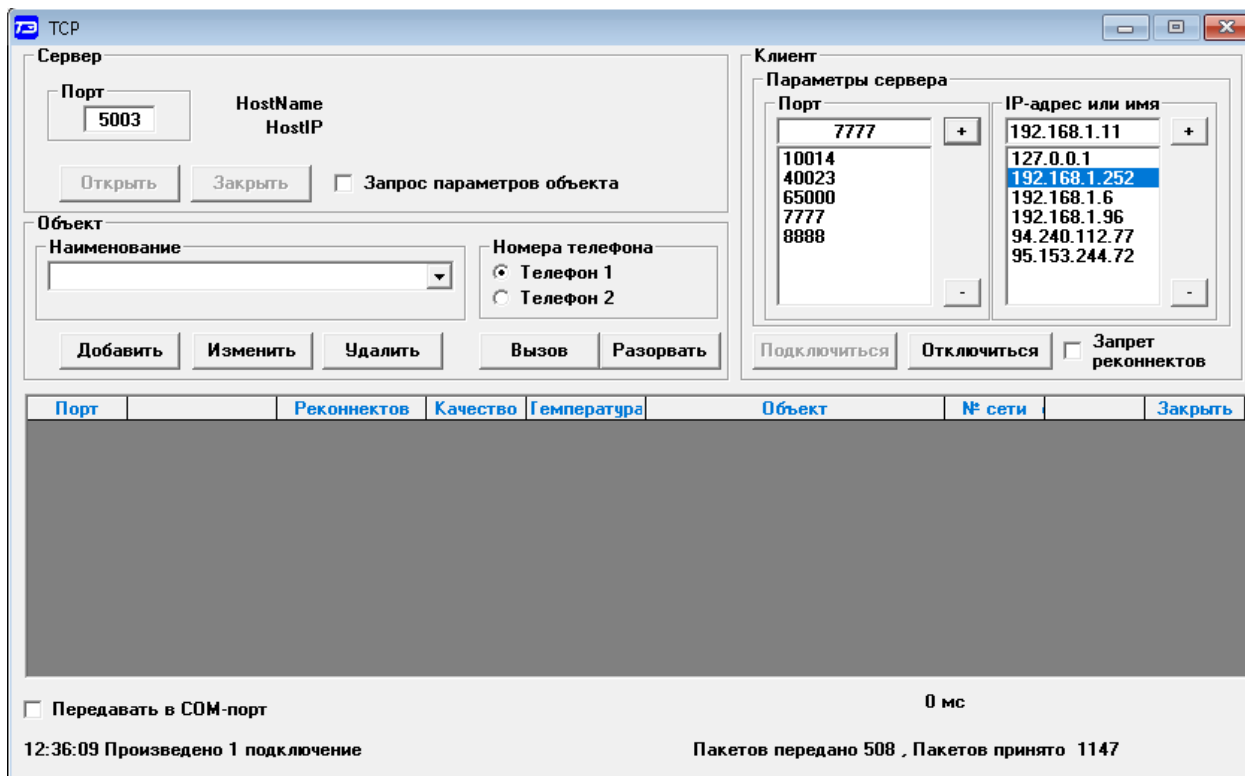

Рисунок 10 – Форма «ТСП»
- на поле формы «ТСП» (рисунок 10), в группе элементов «Клиент»:
- на поле формы «ТСП» (рисунок 10), в окно «Порт» группы элементов «Сервер» ввести номер порта, к которому будет подключаться модем, как ТСП-клиент (в примере на рисунке 10 это 5003);
6.2.4 Но поле формы «TCP» configurатора (рисунок 10), в группе элементов «Клиент», нажать кнопку «Подключиться», и убедиться, что в левом нижнем углу формы «TCP» появилось сообщение «Произведено 1 подключение».
6.2.7 Если на удаленном компьютере работает ПО «Конфигуратор СЭТ-4ТМ», то в форме «TCP» configurатора, в окнах группы элементов «Клиент» (рисунок 10), необходимо установить статический IP-адрес маршрутизатора и номер порта, предписанного модему. Дальнейшая работа со счетчиками, подключенными к интерфейсу RS-485 модема, аналогична описанному в п. 6.2.5.
6.3.4 Но поле формы «TCP» configurатора (рисунок 10), в группе элементов «Сервер», нажать кнопку «Открыть» (порт) и убедиться, что через время (1 – 5) секунд в левом нижнем углу формы «TCP» появилось сообщение «Произведено 1 подключение», а